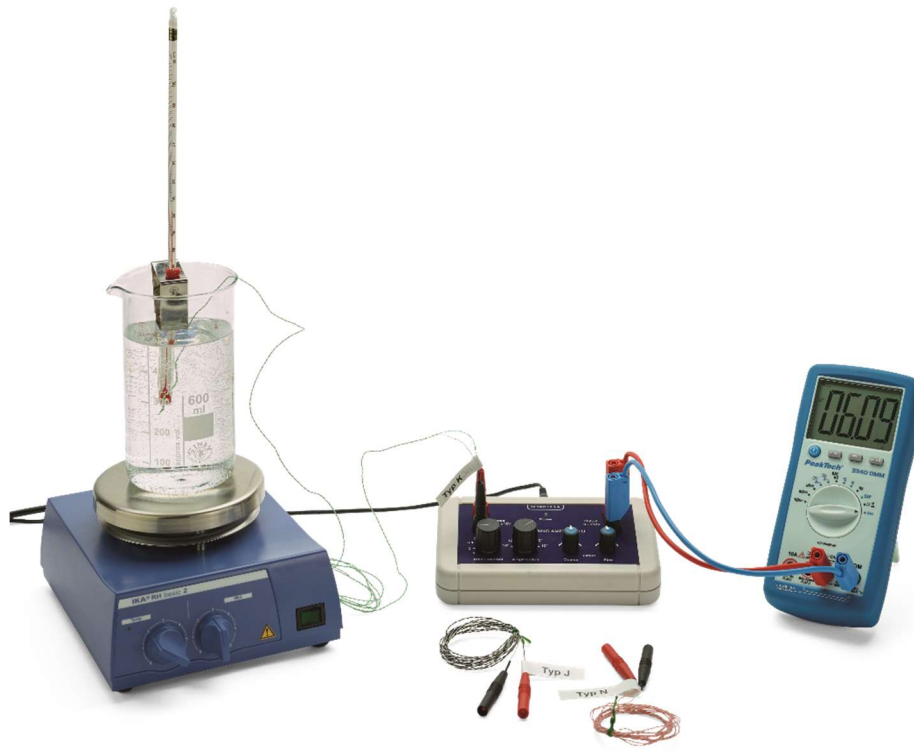

Fig. 1: Experimenteller Aufbau
- Experiment gemäß Fig. 1 aufbauen.